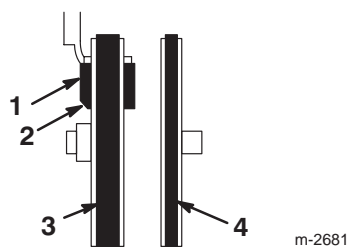

Figura 31
17. Verificate che la pastiglia del freno sia stata montata correttamente sul braccio del freno. Posizionate l'angolo smussato sulla pastiglia, come illustrato nella Figura 31.
13. Verificate che la pastiglia del freno sia stata montata correttamente sul braccio del freno. Posizionate l'angolo smussato sulla pastiglia, come illustrato nella Figura 31.